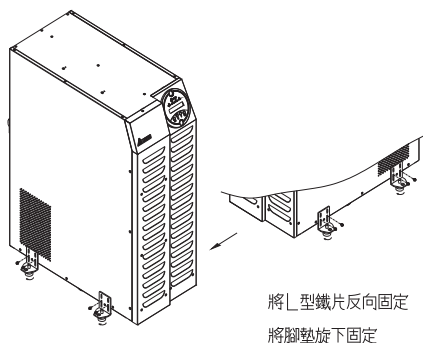
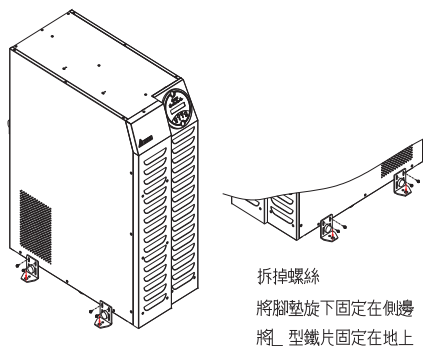

Fig.1
Fig.3
- 此設備可用輪子做移動，當定位固定後可將兩側邊的固定柱旋下固定機器。(Fig.1~Fig.3)